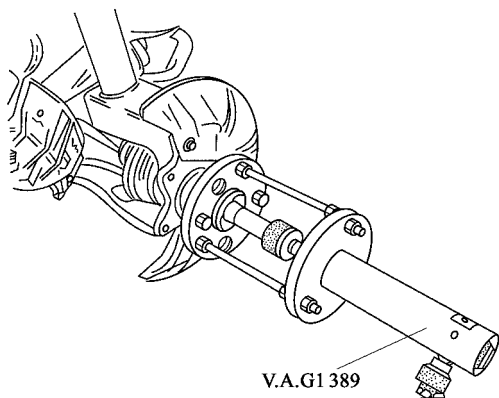

图 5 - 4 压出传动轴
(6) 压下横拉杆接头(扭矩 $30 \text{ N} \cdot \text{m}$)。
(7) 旋下稳定杆的紧固螺栓(扭矩 $25 \text{ N} \cdot \text{m}$)。
(8) 向下掀压下臂,从车轮轴承壳内拉出传动轴。或利用两个固定车轮凸缘上的螺孔,将压力装置 V. A. G1389 固定在轮毂上,用液压装置从轮毂中压出传动轴,如图 5 - 4 所示。